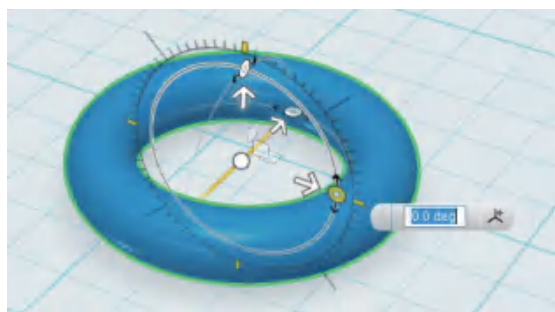

图3-18 旋转
2. 旋转：三个圆圈表示分别绕三个坐标轴（X轴、Y轴、Z轴）旋转，可以单击圆圈并移动鼠标完成旋转，也可以单击箭头后输入旋转角度完成旋转（如图3-18所示）。